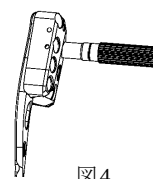

図4
- 4) プレートの遠位部にガイドブロックを設置し、ガイドブロックスリーブでプレートに固定します。(図4)